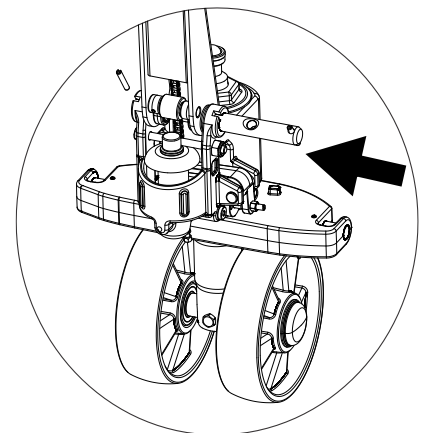

Figura 4 - Montagem Eixo da alavanca
- Desmontar o pino elástico (2) pré-montado no Eixo da alavanca (3).
- Encaixar a Alavanca montada (1) dentro da bomba hidráulica, então com um martelo monte o Eixo da alavanca (3) no furo da bomba hidráulica e alavanca (Figura 4).
- a) *Desmontar el perno elástico (2) premontado en el eje de la palanca (3).*
- b) *Colocación de la palanca montada (1) dentro de la bomba hidráulica, a continuación, con un martillo montar el eje de la palanca (3) en el orificio de la bomba hidráulica y la palanca (Figura 4).*
- f) *Con un martillo monte el perno elástico (2) en el eje de la palanca (3) (Figura 4).*